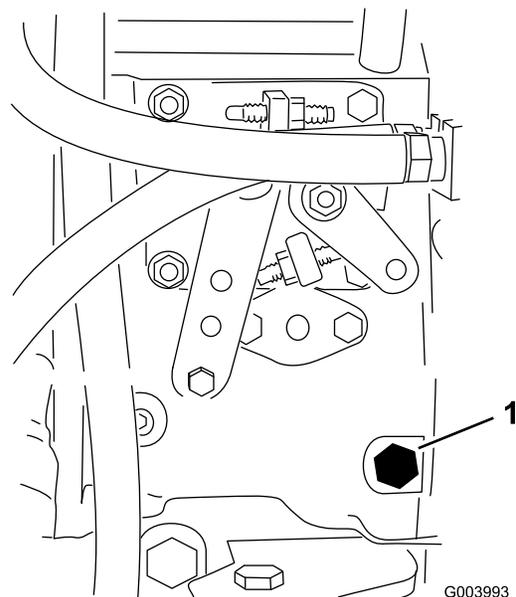

図 34
3. 燃料噴射ポンプ 図 34についているエア抜きネジを、12mmのレンチを使って開く。